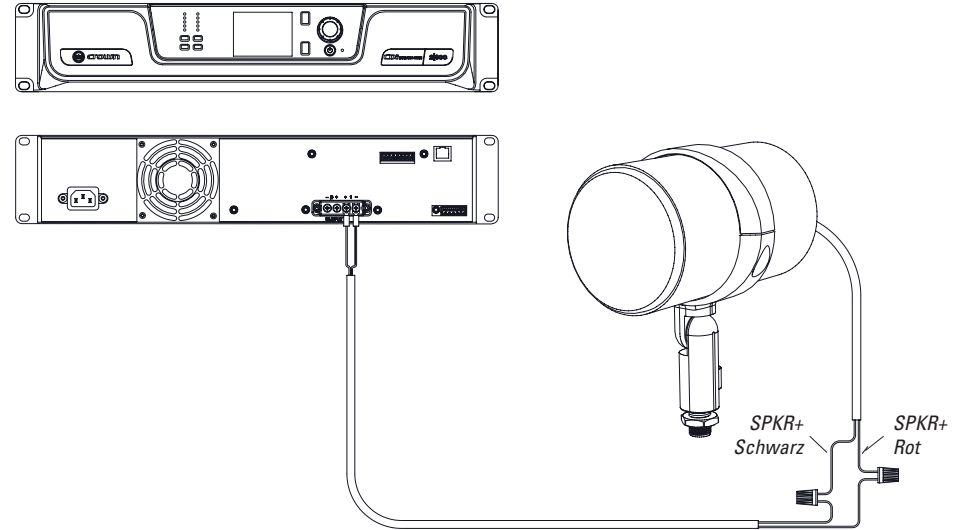

Abbildung 21
2. Das rote (+) Lautsprechereingangskabel mit dem (+)-Kabel vom Verstärkerlautsprecherausgang und das schwarze (-)-Lautsprechereingangskabel mit dem (-)-Kabel vom Verstärker verbinden (siehe Abbildung 21). Verwende Crimpverbinder oder Kabelmuttern für die Verbindung. Für eine höhere Zuverlässigkeit ist der Anschluss in einem unterirdischen, wasserdichten elektrischen Anschlusskasten nach IP65 vorzunehmen.